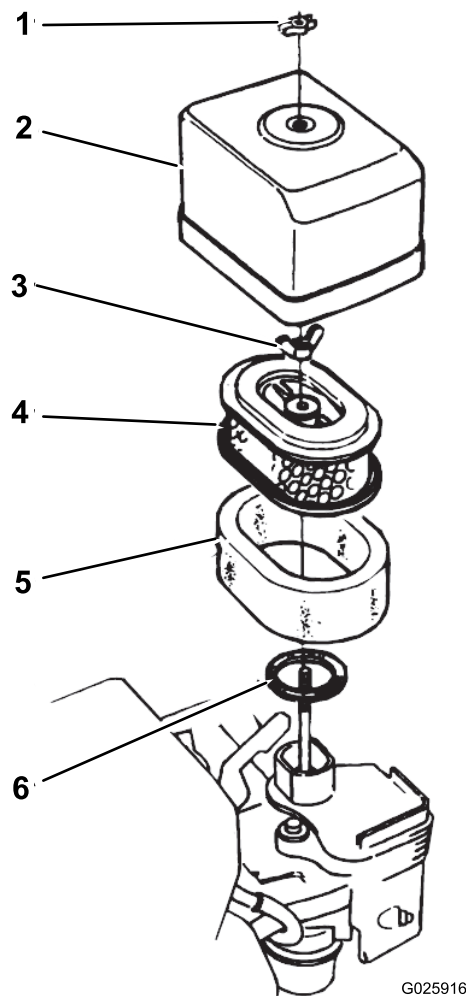

Bild 30
2. Nehmen Sie die Flügelmutter ab, mit der die Luftfilterabdeckung am Luftfilter befestigt ist. Nehmen Sie dann die Abdeckung ab (Bild 30).
5. Bringen Sie den Luftfilterdeckel mit der Flügelmutter am Luftfilter an (Bild 30).
1. Entfernen Sie die Flügelmutter, mit der die Luftfilterabdeckung am Luftfilter befestigt ist. Nehmen Sie dann die Abdeckung ab (Bild 30).
2. Entfernen Sie die Flügelmutter vom Luftfilter, und nehmen Sie den Filter heraus (Bild 30).
3. Nehmen Sie den Schaumstoffeinsatz des Luftfilters vorsichtig vom Papiereinsatz ab (Bild 30).
1. Bringen Sie den Schaumstoffeinsatz des Luftfilters auf dem Papiereinsatz an (Bild 30).
2. Prüfen Sie die Dichtung auf Verschleiß und Schäden (Bild 30).
3. Vergewissern Sie sich, dass die Dichtung auf dem Lufteinlass für den Vergaser positioniert ist (Bild 30).
4. Montieren Sie die Luftfilterelemente mit der Flügelmutter am Vergaser (Bild 30).
5. Montieren Sie die Luftfilterabdeckung mit der anderen Flügelmutter am Vergaser (Bild 30).